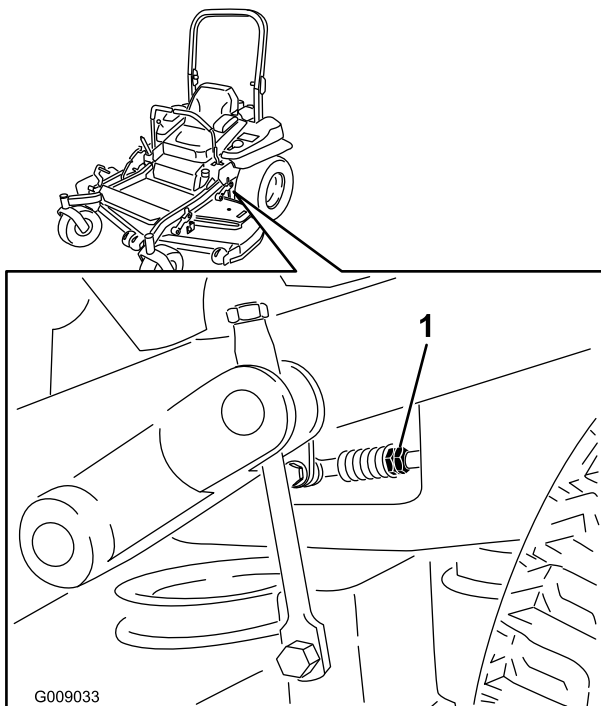

Figure 87
9. Réglez la longueur des tiges de pompes en tournant les doubles écrous dans le sens voulu jusqu'à ce que les roues tournent légèrement en marche arrière (Figure 87).